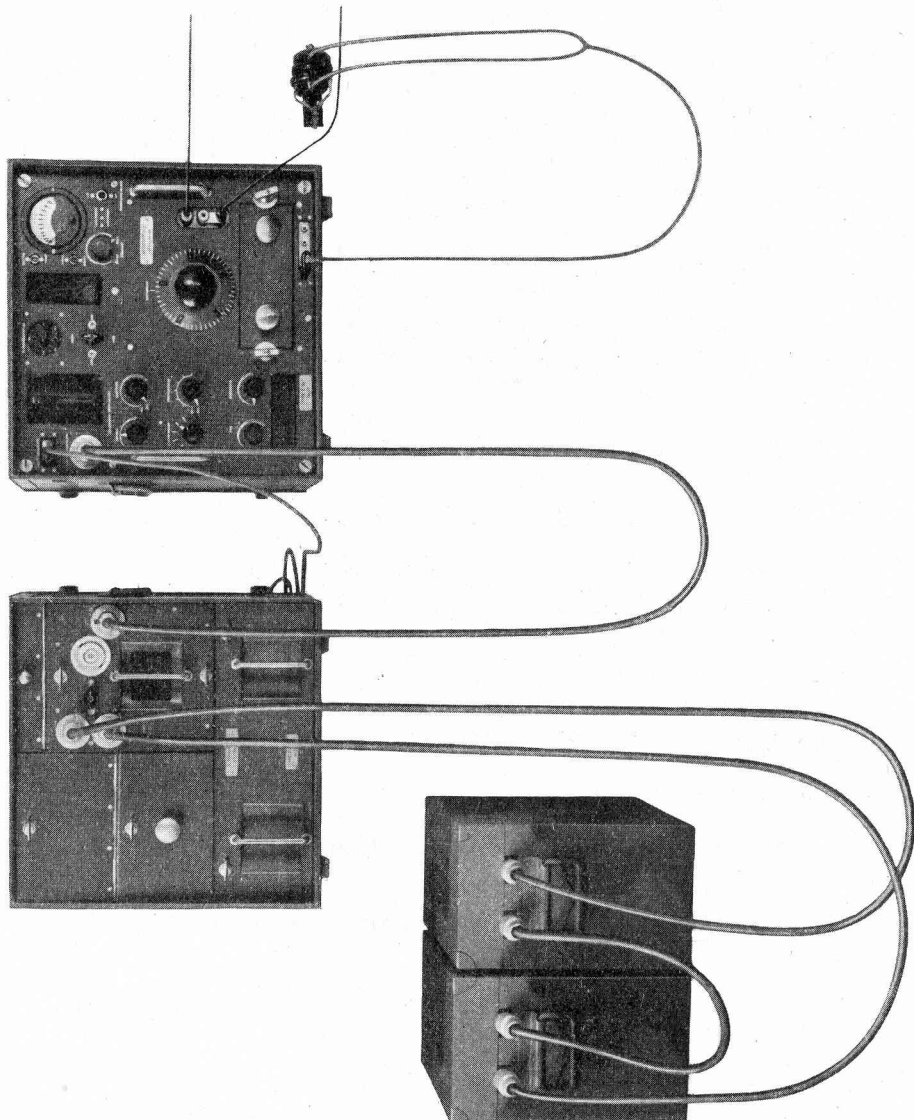

Bild 49. E 39 betriebsbereit. Batteriebetrieb.
1. Empfänger, Zubehörkasten und Akkumulatoren aufstellen (Bild 49). Kastendeckel abnehmen und an der Kastenrückwand befestigen.
181 2. Antenne und Gegengewicht anschließen (Zif.171 und 174) und Verkabelung gemäß Bild 49 vornehmen.
Wird der Empfänger aus beiden Akkumulatoren betrieben, so sind diese mit dem kurzen zweiadrigen Kabel parallelzuschalten (Bild 49), falls sie sich im **gleichen Ladezustand** befinden. Ist aber ein Akkumulator stärker entladen als der andere, so sollen die Akkumulatoren nicht parallelgeschaltet werden. Der stärker entladene soll an die Dose «H» und der schwächer entladene an die Dose «U» angeschlossen werden. Bei «H» (Heizung) beträgt der Strom 2 Amp., bei «U» (Umformer 12 Amp.